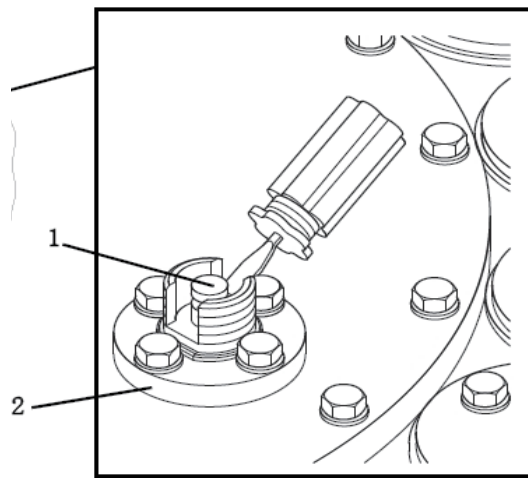

图32 放气阀E1
- a.. 拆下放气阀E1上的M30螺丝盖帽，用36号扳手（图32）。
- b.. 用螺丝刀撬起阀杆给分接开关头放气（图32）